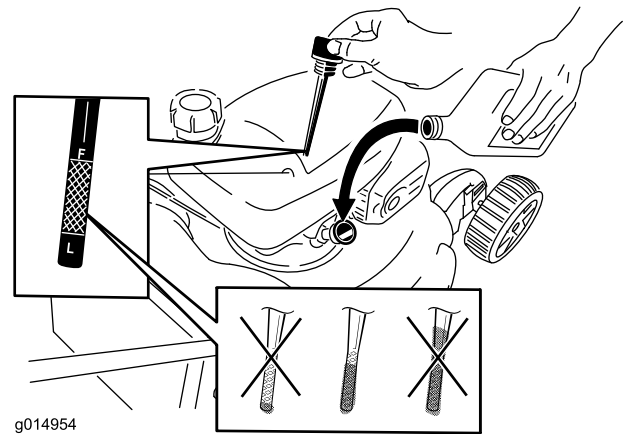

Figura 10
1. Togliete l'asta di misurazione del livello dell'olio, asciugatela ed inseritela a fondo nel foro (Figura 10).
2. Estraiete l'asta e controllate il livello dell'olio (Figura 10). Se il livello dell'olio è inferiore alla tacca **Add** sull'asta, versate **lentamente** dell'olio nel foro del bocchettone fino a portarne il livello alla tacca **Full** sull'asta. **Non riempite troppo.** (Riempimento massimo: 0,55 l, **tipo: olio per autovetture SAE 30** con service classification API SL, SM o superiore. Nel caso in cui il SAE 30 non fosse disponibile, è possibile utilizzare il SAE 10W30.)